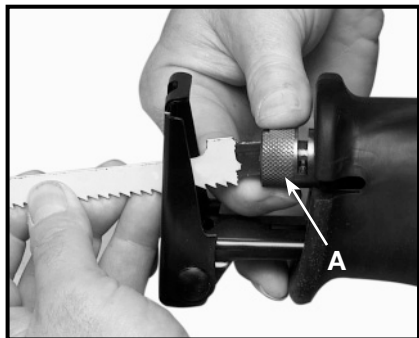

Fig. 3
3. Para abrir el seguro de segueta: gire y detenga el collar de seguridad de la segueta (A) Fig. 3, en el sentido contrario a las manecillas del reloj (mirando la sierra por enfrente).